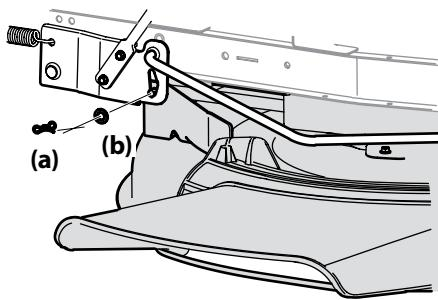

Figura 4-6
- Extraiga el pasador de chaveta (a) con unión curva y la arandela plana (b) del conjunto de elevación de la plataforma y guárdelo para volver a colocarlo posteriormente. Consulte la Figura 4-6.